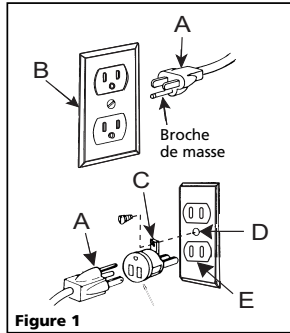

Figure 1
4. Cet outil est conçu pour être utilisé avec un circuit à prise qui ressemble à celle illustrée dans la figure 1. L'outil a une fiche mise à la terre, portant la mention (A). On peut utiliser un adaptateur temporaire pour brancher cette fiche dans une prise à deux trous (E). Cet adaptateur temporaire doit être utilisé seulement jusqu'à ce qu'une prise mise à la terre correctement puisse être installée par un électricien qualifié. La languette rigide verte (C) sortant de l'adaptateur doit être branchée à une masse permanente seulement telle qu'une vis de prise correctement mise à la terre.